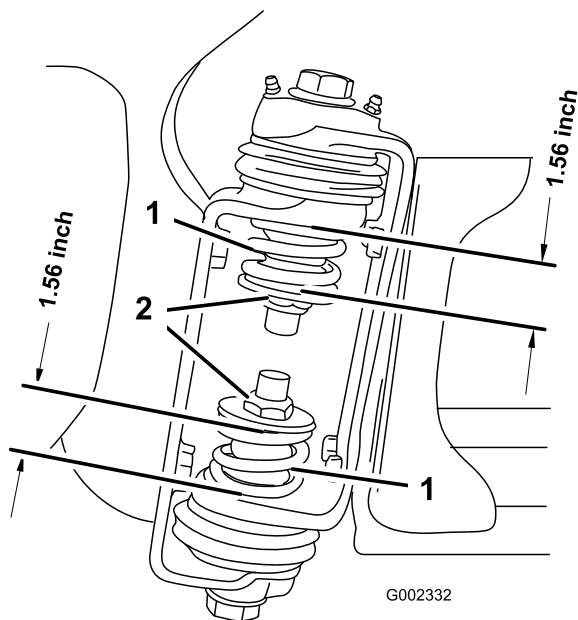

Рисунок 3
3. На шарнире стрелы измерьте степень сжатия верхней и нижней пружин, пока стрелы находятся в выдвинутом положении (Рисунок 3).